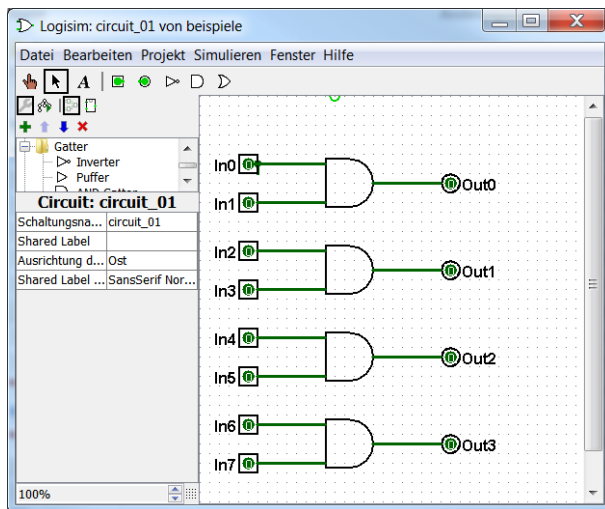
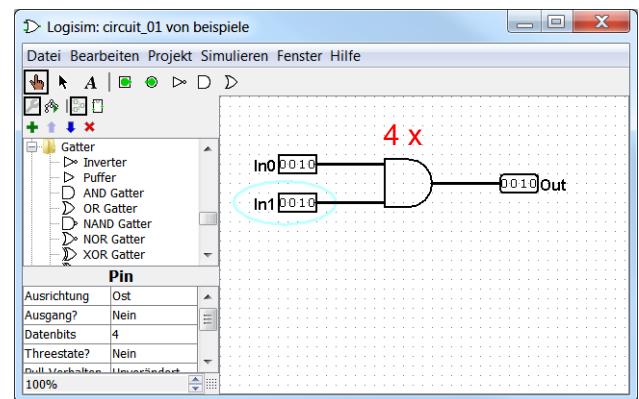
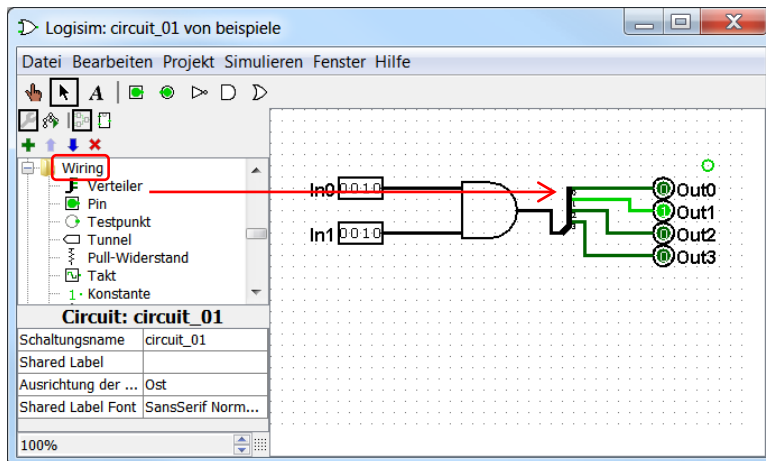

Bild 11
Bild 12
Bild 14
Bild 11 zeigt "parallele" Schaltungen; in Bild 12 sind diese Schaltungen gebündelt gezeichnet.
U.U. müssen Sie einzelne Leitungen in eine Bündelleitung zusammen zu fassen. Dazu bietet die Bibliothek unter Wiring sog. Verteiler (Splitter) an. Nach Wahl eines Verteilers, der wie die andern Symbole mit den Pfeiltasten der Tastatur in die vier Himmelsrichtungen gedreht werden kann, lässt er sich skalieren. Bild 14 zeigt einen Verteiler am Ausgang der ursprünglichen Schaltung von Bild 12.